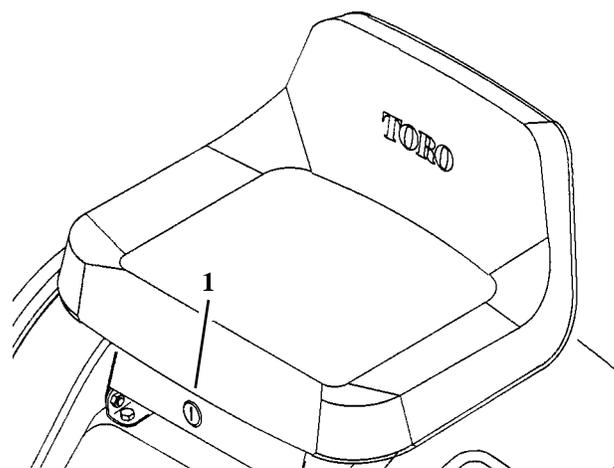
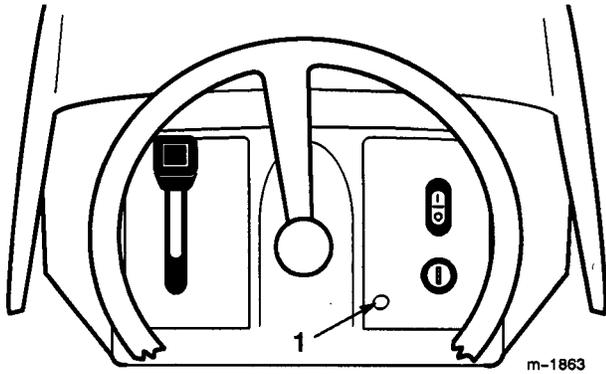

Bild 10
Bild 11
6. Nachdem der Motor angesprungen ist, den Gashebel langsam auf "FAST" [SCHNELL] stellen (Bild 10). Sollte der Motor stottern oder abwürgen, den Gashebel kurz zurück auf "CHOKE" bringen. Dann den Hebel wieder auf "SCHNELL" stellen. Bei Bedarf wiederholen.
1. Den Gashebel auf "SLOW" [LANGSAM] stellen (Bild 10).
Wenn Sie sich vergewissert haben, daß Sie sicher im Rückwärtsgang mähen oder das Anbaugerät einsetzen können, deaktivieren Sie den Sicherheitsschalter durch Drehen des „Key Choice“-Schlüssels (Bild 10), der sich vor und unter dem Fahrersitz befindet, nachdem Sie die Zapfwelle eingeschaltet haben. Auf dem Armaturenbrett leuchtet dann eine rote Lampe (Bild 11) auf, die Sie daran erinnert, daß der Rückwärtsbetrieb-Sicherheitsschalter deaktiviert ist. Nach Deaktivieren dieses Sicherheitsschalters bleibt dieser so lange deaktiviert und die Lampe auf dem Armaturenbrett EIN – während die Maschine im Rückwärtsgang betrieben wird – bis entweder die Zapfwelle oder der Motor abgestellt wird.